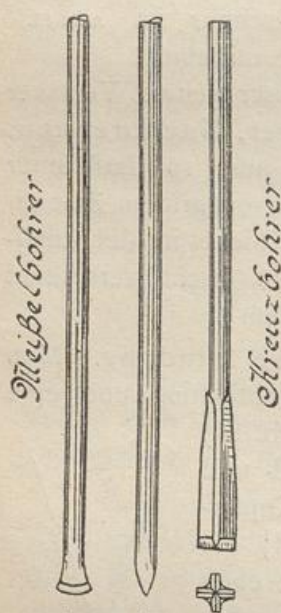

Abb. 87.
4. Das Bohren. Stein- oder Meißelbohrer sind runde (auch 6- oder 8kantige) Stahlstäbe, unten mit meißelartiger Schneide versehen (Abb. 87). Der gewöhnliche Meißelbohrer hat nur eine Schneide, der Kreuzbohrer zwei einander kreuzende Schneiden. Kreuzbohrer